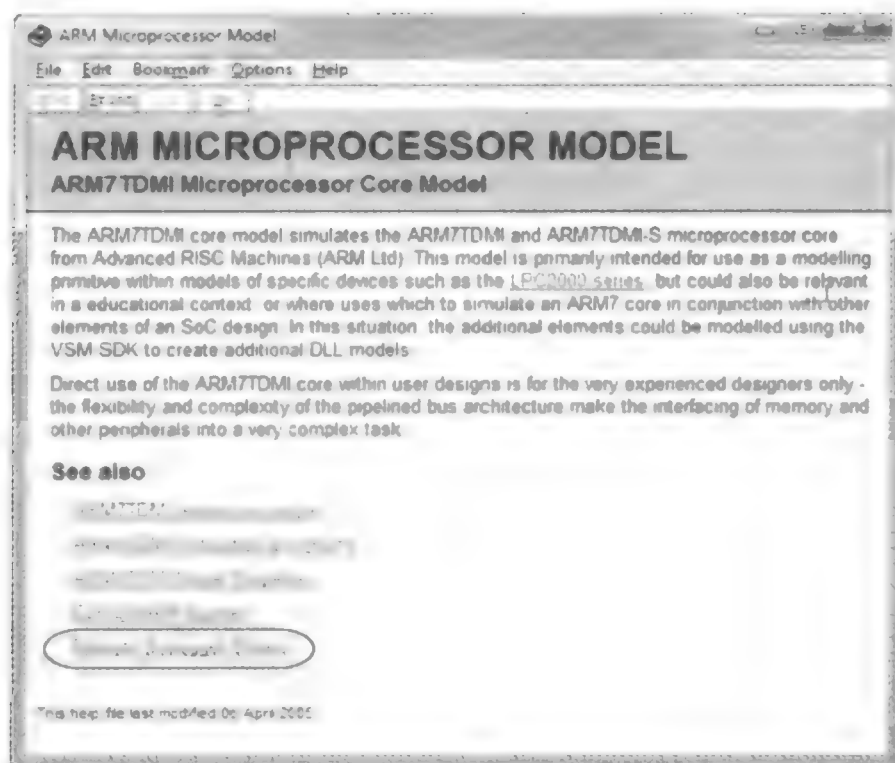

图 5.2.9 Proteus ARM 帮助文档
(1) 打开 proteus 安装目录的帮助文件夹,如 x:\Program Files\Labcenter Electronics\Proteus 7 Professional\HELP,找到帮助文件 ARM. HLP,在首页单击链接 Remote Debugger Drivers(图 5.2.9)。